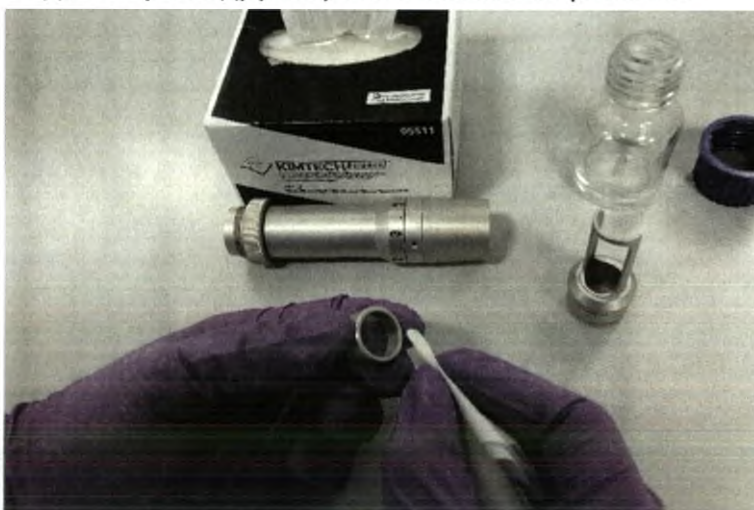

Рис.16.3 – Очистка защитного окна манипулы с перестраиваемым фокусом
16.4.3 Очистите защитное окно манипулы (см. Приложение Б) смахивающими движениями от одного края к другому как показано на рис.16.3.